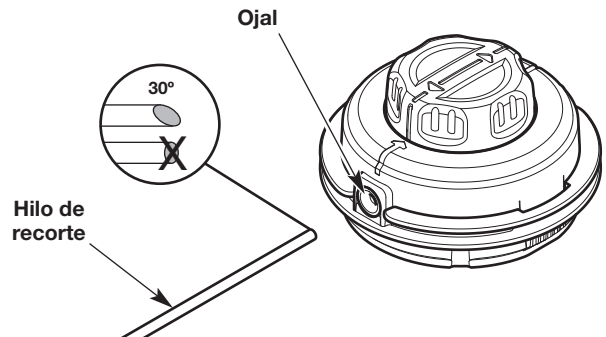
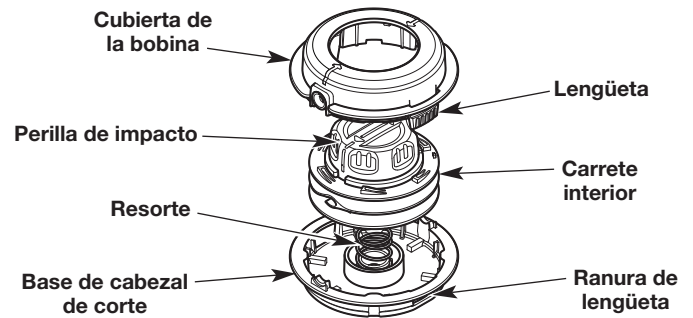

Fig. 21
Fig. 24
- Corte dos largos de 10 pies (3.0 m) de hilo de recorte nuevo. Corte un extremo de cada hilo en un ángulo de 30° (Fig. 21).
- Enhebre uno de los hilos por uno de los ojales del cabezal de corte (Fig. 21). Utilice el extremo angulado y empuje el hilo para que entre unas 3 pulgadas (7.5 cm). Repita este proceso con el otro hilo y el ojal restante.
- c. Mientras sostiene el destornillador en el lugar, gírelo suavemente para destrabar la lengüeta del panel de las ranuras (Fig. 24).
- d. Retire la cubierta de la bobina (Fig. 24). **NO** extraiga el resorte de la base del cabezal de corte (Fig. 24).
- e. Empuje la perilla de impacto a través de la cubierta de la bobina. (Fig. 24). Si los ojales se salen, reinserte los ojales en la cubierta de la bobina (Fig. 21).
- NOTA: NO** separe la perilla de impacto del carrete interior (Fig. 24).
- g. Utilice una tela limpia para limpiar el carrete interior, la base de cabezal de corte y la cubierta de la bobina (Fig. 24).
- h. Inserte la perilla de impacto y el carrete interior en la cubierta de la bobina (Fig. 24).
- i. Alinee las lengüetas de la cubierta de la bobina con las ranuras de la base del cabezal de corte (Fig. 24). Empuje la cubierta de la bobina sobre la base del cabezal de corte hasta que las dos lengüetas queden insertadas a presión.